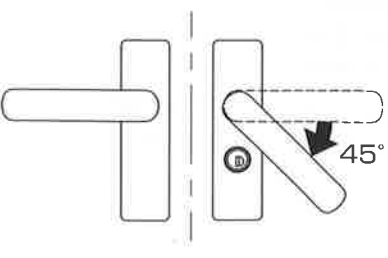
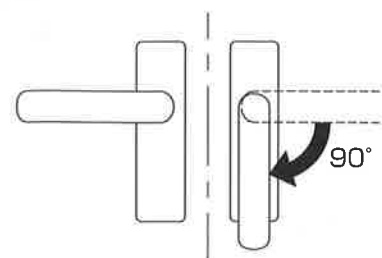

図2-1 内開き
図2-2 外開き
②ハンドルを下に押し下げてください。
③内開きの場合は約45°でストップすることを、また、外開きの場合は約90°でストップすることを確認してください。(図2-1、図2-2参照)